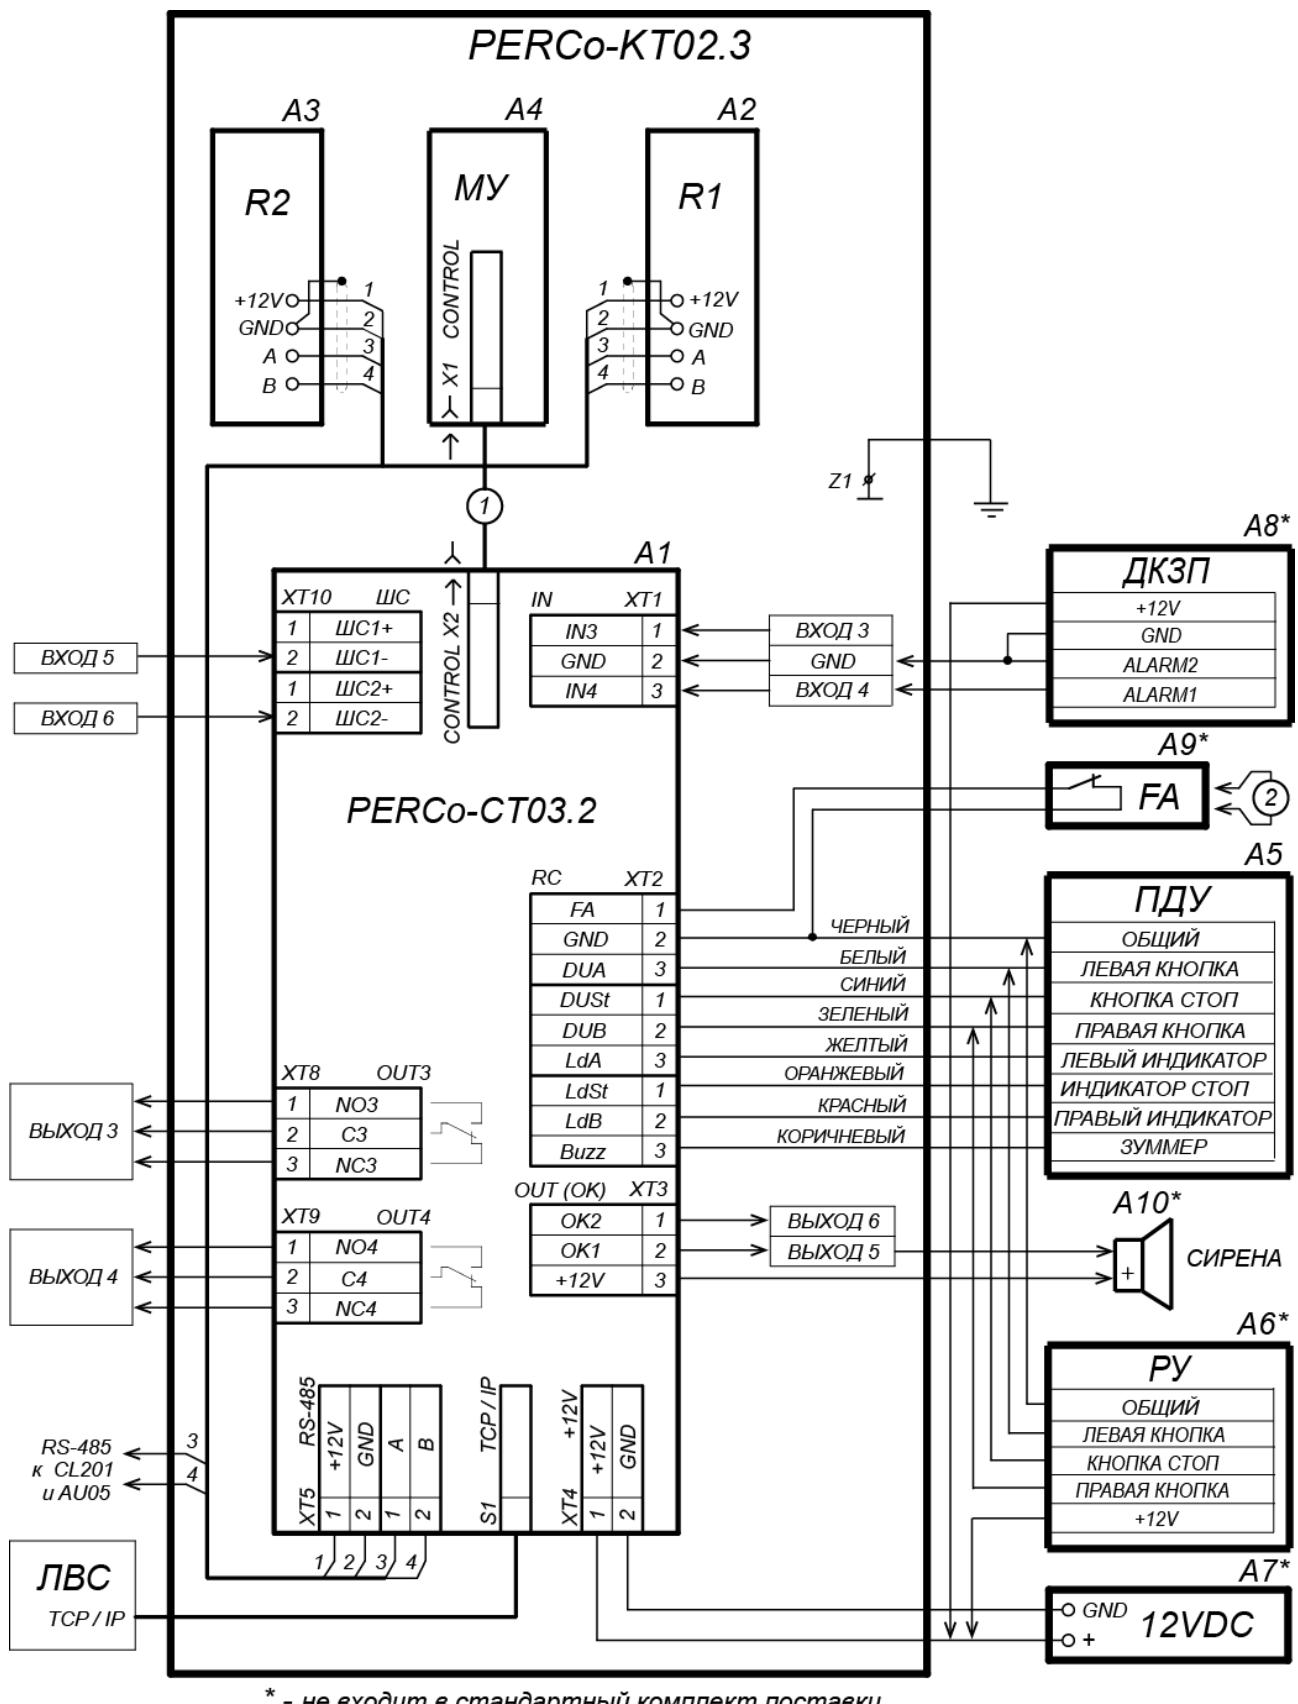

Рисунок 12. Схема подключения ЭП и дополнительного оборудования
Расположение клеммных колодок на нижней плате контроллера ЭП показано на рис. 5, назначение контактов клеммных колодок указано в табл. 1. Схема подключения приведена на рис. 12. Используемые при подключении типы кабелей указаны в табл. 4. При монтаже ЭП придерживайтесь следующей последовательности действий:
10. Подключите кабель питания (12) к клеммной колодке **XT4** на нижней плате контроллера согласно схеме, приведенной на рис. 12.
11. Подключите кабель (10) ПДУ (9) к клеммной колодке **XT2** согласно схеме, приведенной на рис. 12.
12. Подключите, при необходимости, кабели от других устройств к соответствующим клеммным колодкам нижней платы контроллера согласно схеме, приведенной на рис. 12.
позиционные обозначения А1-А4 и Z – указаны на рис.12